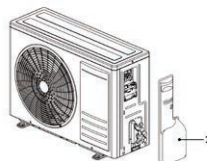

Fig. 23 -
1. Verwijder het zijpaneel (part 1 - "Fig. 23 -").